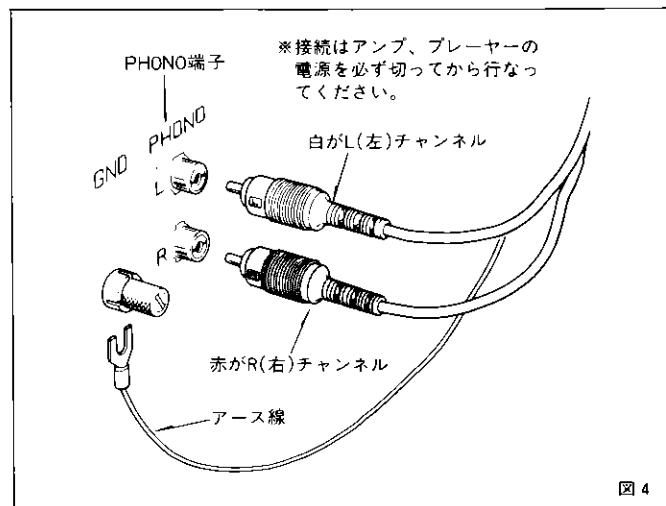

図4
1. キャビネット背面から出ている出力コードを、アンプのPHONO端子に接続します。このとき、L・Rを間違えないようにしてください。白がL(左)チャンネルで、赤がR(右)チャンネルです。(図4)
2. 出力コードから出ている黒のアース線を、アンプのGND端子へ接続してください。(図4)